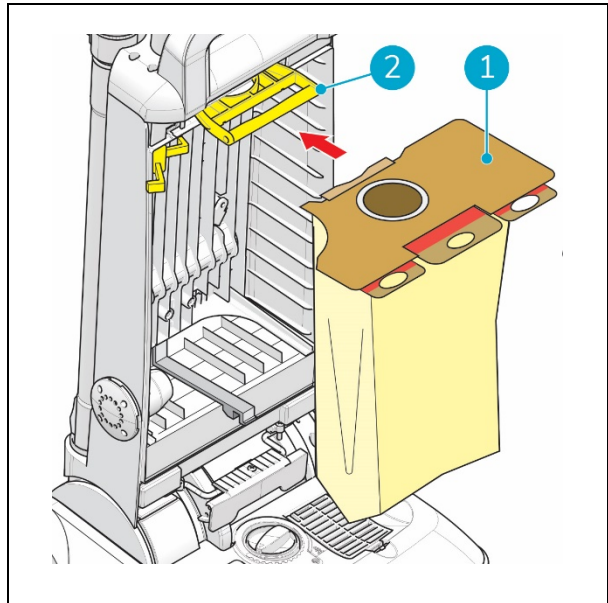

Figure 13
7. Faites glisser le col en carton (Figure 13, pos. 1) du sac à poussière dans les fentes pour insérer complètement le sac à poussière.
8. Poussez la poignée (Figure 13, pos. 2) vers l'intérieur jusqu'à ce qu'elle se verrouille.